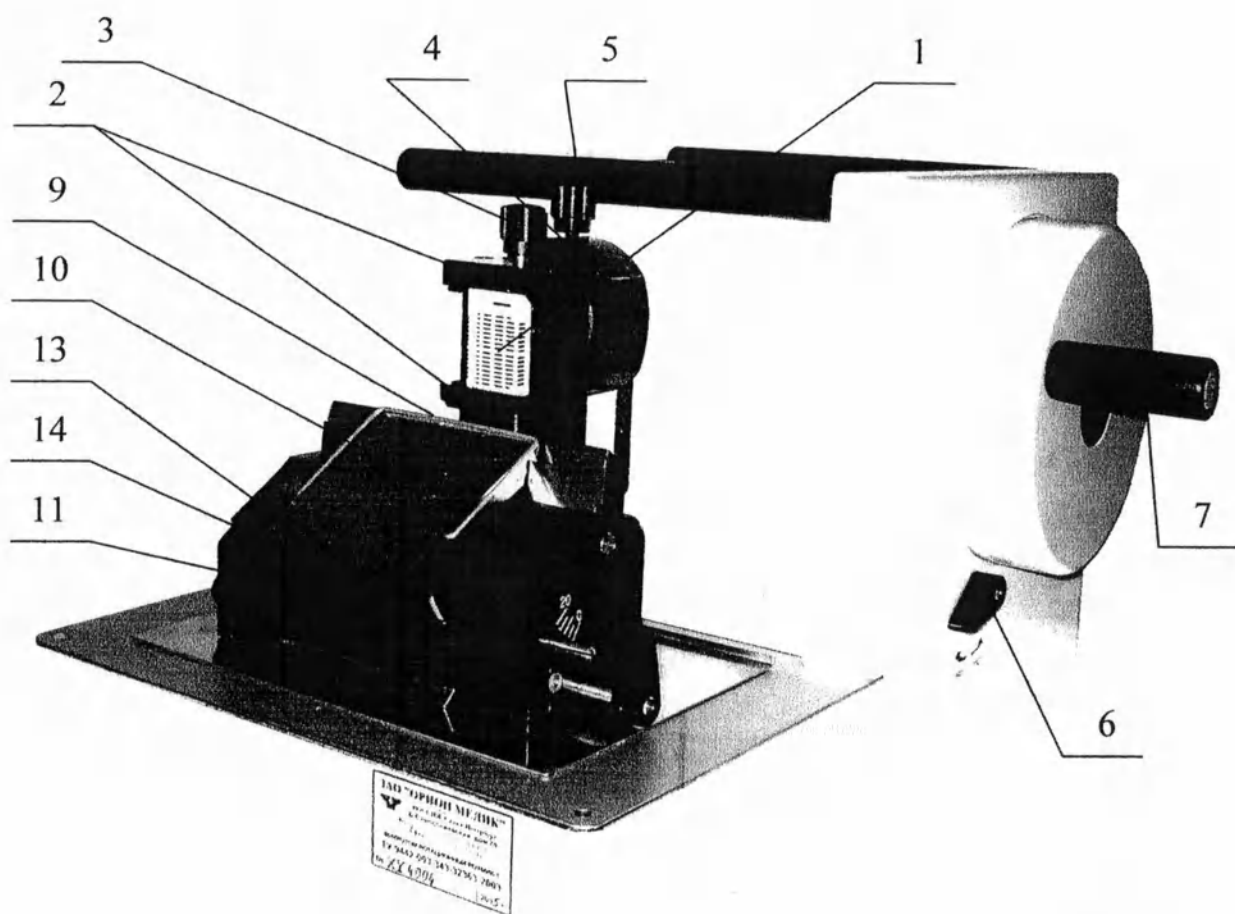
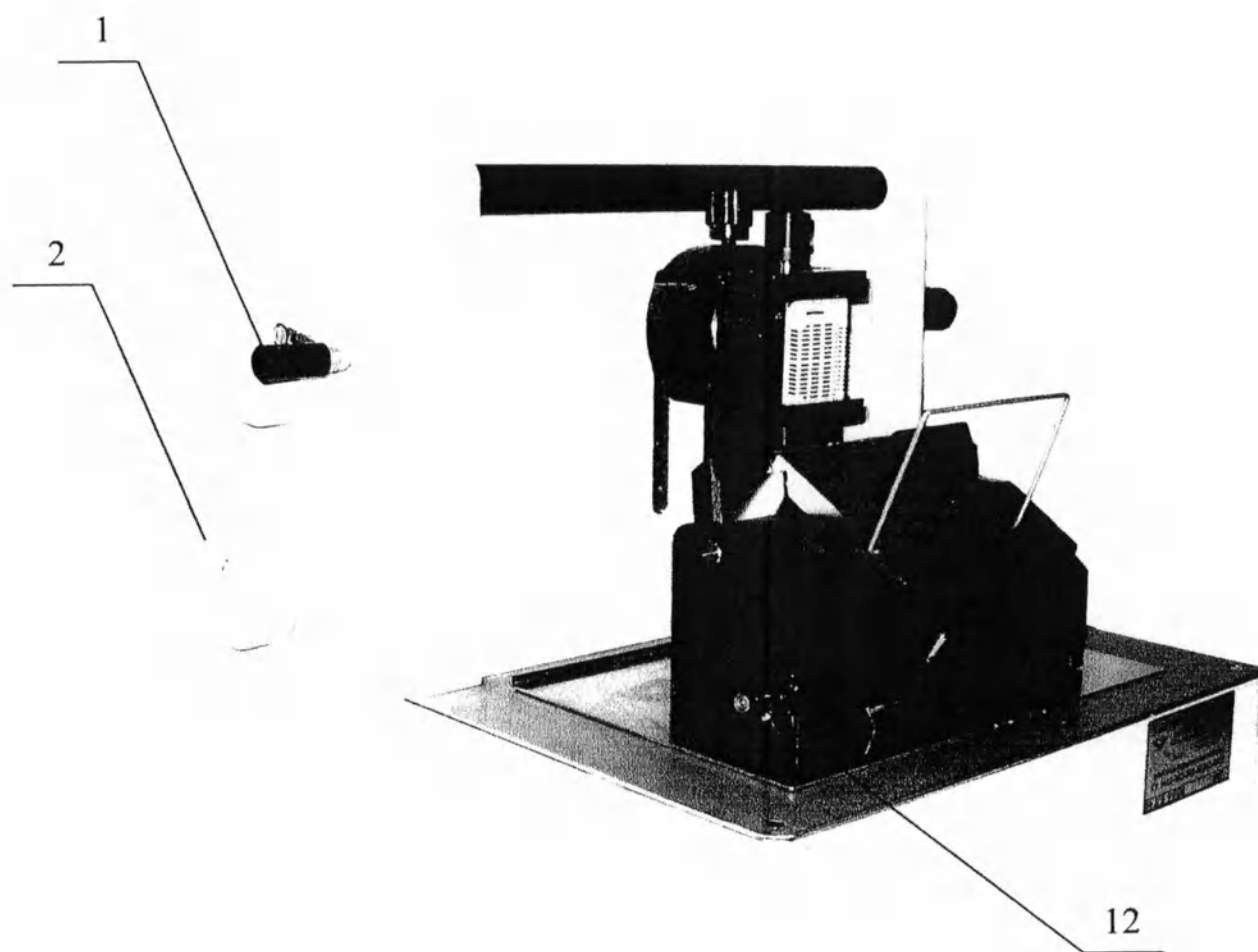

Рисунок 1
Рисунок 2
На рис. 1 показаны:
На рис. 2 показаны:
Вращением рукоятки 7 (рис.1) за один полный оборот приводятся в вертикальное возвратно-поступательное движение кассета с объектом 1 вместе с системой ориентации и держателем кассет 2 и в горизонтальное прямолинейное движение ножедержатель 13 с лезвием 8. При движении держателя кассет с объектом 1 лезвием 8 вниз производится срез объекта, при движении вверх осуществляется холостой ход объекта с одновременным перемещением ножедержателя на величину соответствующую толщине среза, установленной по шкале барабана 2 (рис. 2). В крайнем нижнем положении держателя кассет происходит ретракция (отведение кассеты с объектом), в крайнем верхнем – возврат в плоскость, в которой производится резка объекта.
Вращение рукоятки 7 (рис.1) осуществляют при отвернутой рукоятке 6.
Прижимное устройство лезвия 10 и фиксатор прижимного устройства лезвия 14 служат для крепления лезвия в ножедержателе, а рукоятка ориентации лезвия 11 служит для изменения угла наклона лезвия с целью выбора оптимальных условий получения качественных срезов. Выбранный угол наклона лезвия закрепляется с помощью фиксатора 12 (рис. 2).
Рукояткой быстрой подачи 1 (рис. 2) осуществляется вручную плавное движение лезвия к объекту и обратно, а также для быстрой настройки первых пробных срезов.
Вынуть микротом из транспортной тары, удалить полиэтиленовый мешок и амортизационные прокладки рукоятки 7 (рис. 1), держателя кассет 2, ножедержателя 13.
- ◆ при вращении рукоятки 1 (рис. 2) по часовой стрелке и против ножедержатель перемещается к объекту и от объекта соответственно;
Установить кассету с объектом в держатель 2 (рис. 1) удобным для работы образом: короткой или длинной стороной кассеты вниз и зафиксировать ее положение фиксатором 3.
Установить на барабане 2 (рис. 2) значение соответствующее необходимой толщине среза, совместив индекс на корпусе барабана с одним из значений шкалы.
Вращая рукоятку быстрой подачи ножедержателя 1 (рис.2) подвести лезвие вплотную к объекту и срезать верхние слои, вращением рукоятки 7 дойдя до интересующего объекта или его структуры, и сделать 1-2 пробных среза, обеспечив необходимую плоскостность объекта.
Лезвие не подведено к держателю кассеты	Вращая рукоятку 1 (рисунок 2) подведите лезвие к вплотную к объекту, повторите попытку резания объекта